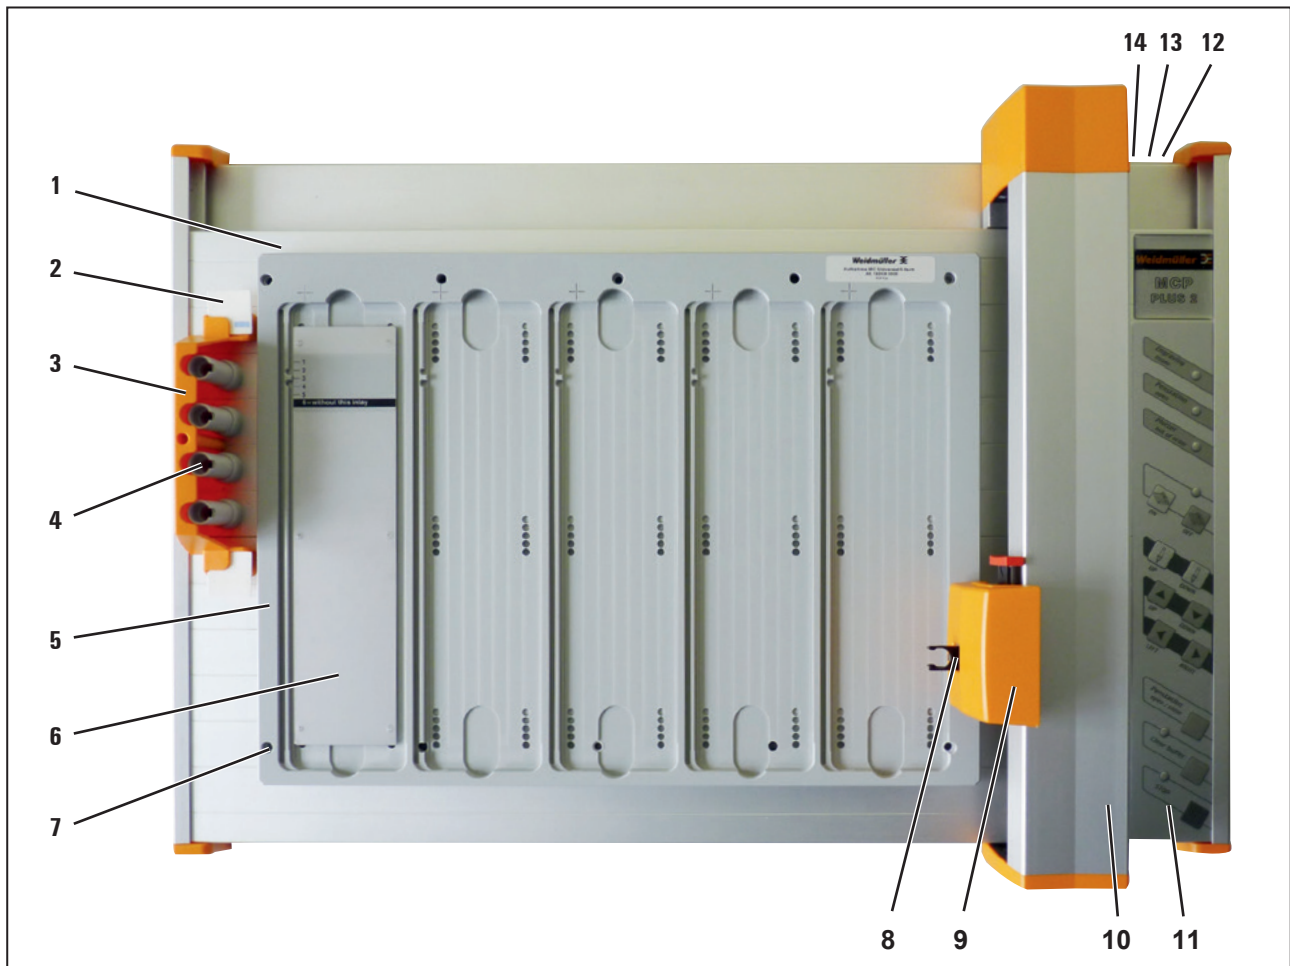

Bild 4.1 Produktübersicht
- Schließen Sie das Netzanschlusskabel an den Plotter an (Bild 4.1, Pos. 12).
- Schließen Sie das USB-Kabel am Plotter an (Bild 4.1, Pos. 14) und verbinden Sie es mit dem PC.